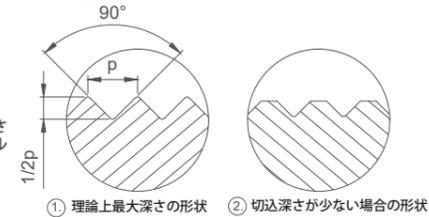

図7: 異なる山形状
ローレットの加工深さはX方向に切込む深さで決まり、最大でハーフピッチ (フランク角90°) に相当します (図7、①)。設定した深さに到達した後、3~10回転ワークを回転させドゥエルを取ります。その後希望の幅になるまでZ方向に送りをかけます。希望の幅に到達後ツールをワークから離します。
正常に加工が行われると設定した加工深さに到達します。設定した深さに到達せず形状が不完全な場合は加工条件やワークの突き出し、ツールのセッティングを確認してください。理論上の最大加工深さ (1/2ピッチ) で設定すると図7の①のような形状になります。切込み深さが少なかつたりワークが逃けると②のような形状になります。